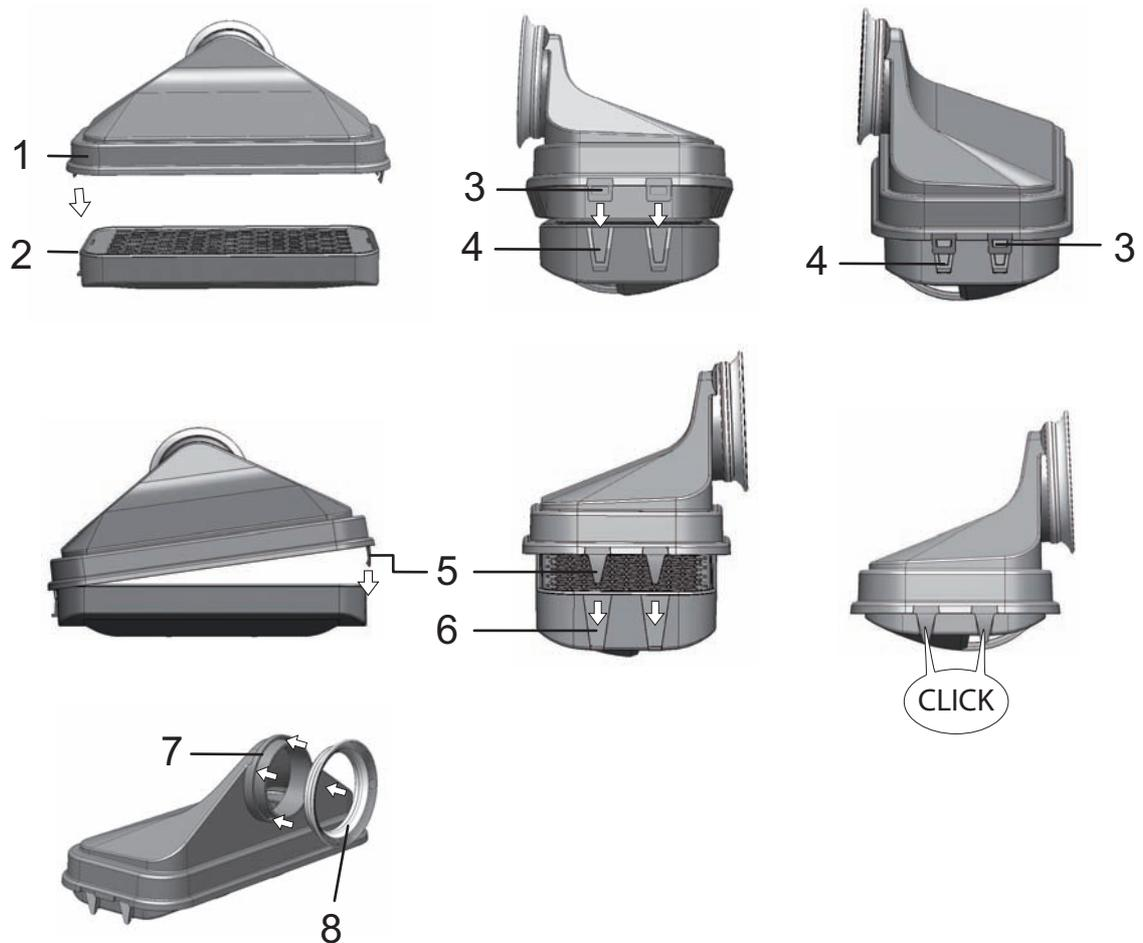

Figura 8-2. Filtro HEPA y Airbox
7. Separar la Airbox (1/Figura 8-2) del zócalo de la tapa del depósito de agua y extraerla.
8. Desmontar el filtro HEPA (2/Figura 8-2) de la Airbox (1/Figura 8-2) y volver a montar la Airbox vacía.
8. Desmontar la Airbox (1/Figura 8-2) y montar de nuevo el filtro HEPA (2/Figura 8-2).